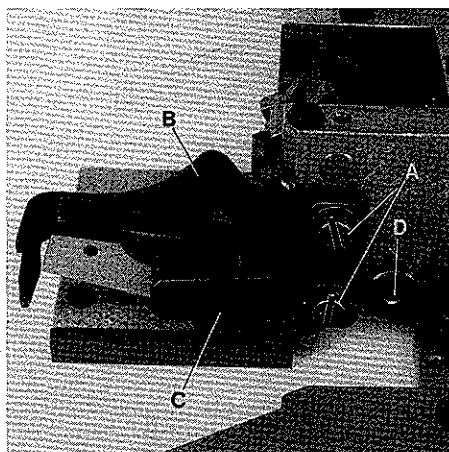
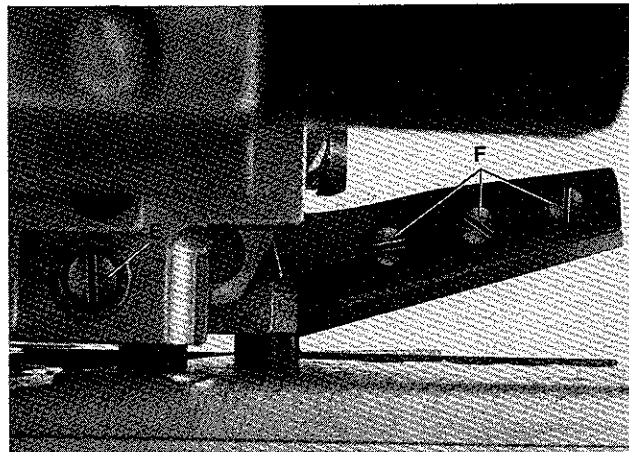
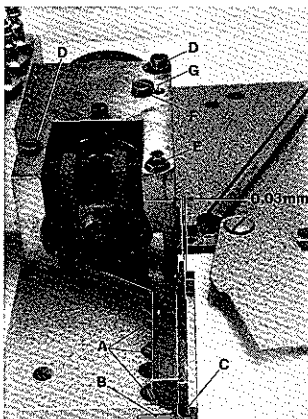

Fig.63
Fig.64
Fig.66
Loosen screws (A, Fig. 63) and remove the two finger guards (B and C). Loosen screw (D, Figs. 63 and 65) and turn screw (E, Figs. 64 and 65) a few revolutions counterclockwise until the pressure of upper knife against lower knife is released.
Remove the three knife fastening screws (A, Fig. 66) and replace the lower knife. The cutting edge of lower knife should be flush with the top surface of cloth plate. When assembling a new lower knife two shims (B, Fig. 66) each 0,4 mm (1/64 in.) thick, have to be placed between lower knife and cloth plate. When assembling a resharpened knife one or both shims have to be removed, according to the stock removed while grinding, in order to have the lower knife cutting edge flush with cloth plate top surface. Tighten knife fastening screws.
Remove the three upper knife fastening screws (F, Fig. 64) and replace the upper knife. Retighten screws (F). Press upper knife lever with upper knife in its down position. Cutting edges of upper and lower knife should overlap approx. 0,5 mm (.020 in.) at the knife tips (C, Fig. 66). For this adjustment, the upper knife fastening screws (F, Fig. 64) can be relocated a little bit up or down in the holes of the upper knife lever.
Lösen Sie die Schrauben (A, Fig. 63) und entfernen Sie die beiden Fingerschutzteile (B und C). Lösen Sie die Schraube (D, Fig. 63 und 65) und drehen die Schraube (E, Fig. 64 und 65) einigemal im Gegenuhrzeigersinn bis das Obermesser nicht mehr gegen das Untermesser drückt.
Entfernen Sie die drei Messerbefestigungsschrauben (A, Fig. 66) und tauschen Sie das Untermesser aus. Die Schneide des Untermessers muß auf gleicher Höhe mit der Stoffplattenoberfläche stehen. Beim Einbau eines neuen Untermessers werden zwei je 0,4 mm dicke Unterlegbleche (B, Fig. 66) zwischen Untermesser und Stoffplatte gelegt. Beim Einbau nachgeschärfter Messer müssen, entsprechend dem abgeschliffenen Material, ein oder beide Unterlegbleche entfernt werden, damit die Untermesserschneide auf gleicher Höhe mit der Stoffplattenoberfläche ist. Ziehen Sie die Messerbefestigungsschrauben an.
Entfernen Sie die drei Obermesser-Befestigungsschrauben (F, Fig. 64) und tauschen Sie das Obermesser aus. Ziehen Sie die Befestigungsschrauben (F) wieder an. Drücken Sie den Obermesserhebel mit dem Obermesser in die untere Stellung. Ober- und Untermesser sollen sich an den Messerspitzen (C, Fig. 66) etwa 0,5 mm überlappen. Die Obermesser-Befestigungsschrauben (F, Fig. 64) lassen sich für diese Einstellung in den Bohrungen etwas nach oben oder unten verlagern.
Release pressure of upper knife against lower knife as described in paragraph "REPLACING THE LOWER KNIFE". Loosen screws (D, Fig.66) slightly, and keep screw (E) securely tightened. Press upper knife lever in its down position.
Remove screw (F, Fig.66) and rotate eccentric rod (G) so, that the upper and lower knife contact each other at the knife tips (C), and at the lower knife pilot arises a distance of 0,03 mm (.0012 in.) (see Fig.66). Retighten the two screws (D) and turn in screw (F).
Make sure that eccentric rod (G, Fig.66) does not turn while tightening screws (D) and turning in screw (F).
Turn screw (E, Figs.64 and 65) clockwise until the upper knife exerts a markable pressure against lower knife. Lock screw (E, Figs.64 and 65) with screw (D) and make cutting tests with air pressure. If required, the upper knife pressure should be slightly increased or the shear angle slightly enlarged.
Lösen Sie die Schrauben (D, Fig.66) leicht, die Schraube (E) muß fest angezogen bleiben. Drücken Sie den Obermesserhebel in die unterste Stellung.
Entfernen Sie die Schraube (F, Fig.66) und drehen Sie den Exzenterbolzen (G) so, daß sich Ober- und Untermesser an der Spitze (C) berühren und am Untermesser-Führungszapfen ein Abstand von etwa 0,03 mm entsteht (siehe Fig.66). Ziehen Sie die beiden Schrauben (D) wieder an und schrauben Sie die Schraube (F) wieder an.
Achten Sie darauf, daß sich der Exzenterbolzen (G, Fig.66) beim Anziehen der Schrauben (D) und Einschrauben der Schraube (F) nicht verdreht.
Drehen Sie die Schraube (E, Fig.64 und 65) im Uhrzeigersinn bis das Obermesser einen gut spürbaren Druck gegen das Untermesser ausübt. Kontern Sie die Schraube (E, Fig.64 und 65) mit der Schraube (D) und machen Sie Schneidproben mit Druckluftantrieb.